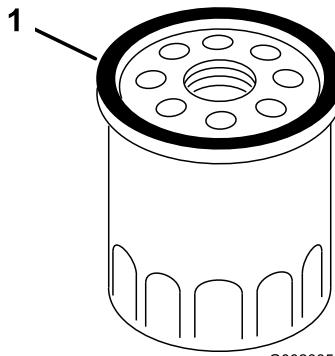

**Bild 24**
6. Legen Sie einen Lappen unter den Ölfilter (**Bild 24**), um das Öl aufzufangen, das ggf. beim Entfernen des Ölfilters ausläuft.